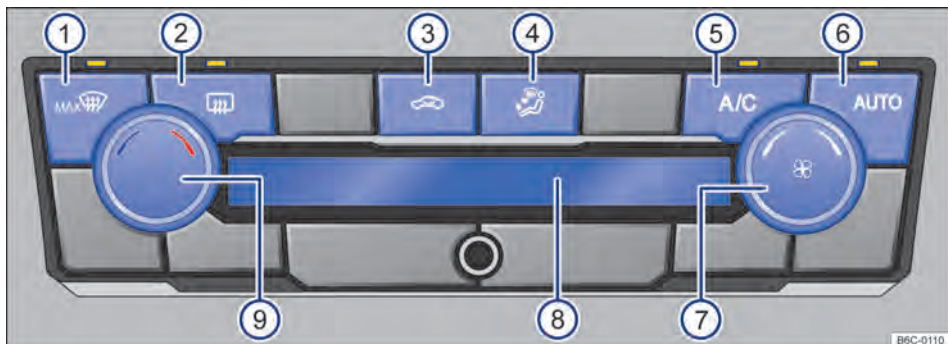

Fig. 85 Comandos do Climatronic.
- *Climatronic*: girar o regulador do ventilador para a esquerda até o batente → Fig. 85 \(7\)
Com o botão **AUTO** → Fig. 85 ⑥ é possível ligar o modo automático do Climatronic.
mático se desliga quando a ventilação é alterada manualmente ou com a alteração da distribuição de ar através do botão → **Fig. 85** (4) pressionar.
- *Climatronic*: girar o regulador rotativo esquerdo → Fig. 85 ⑨.
No display do Climatronic → Fig. 85 (8) é indicada a temperatura ajustada.
- *Climatronic*: girar o regulador do ventilador → Fig. 85 ⑦.
- *Climatronic*: pressionar o botão → Fig. 85 ④ para posição desejada, a distribuição selecionada será indicada no display ⑧.
- *Climatronic*: pressionar o botão  → Fig. 85 ①.